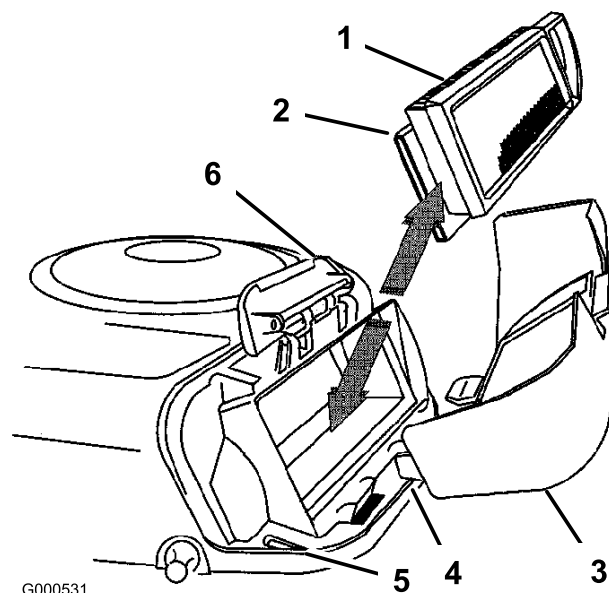

Figura 22
4. Estraete con cautela l'elemento in schiuma sintetica e l'elemento di carta dal convogliatore (Figura 22).
2. Allineate le linguette del coperchio del filtro dell'aria con le fessure del convogliatore (Figura 22). Agganciate il manico sul coperchio, quindi premete sul manico per fissare saldamente il coperchio.